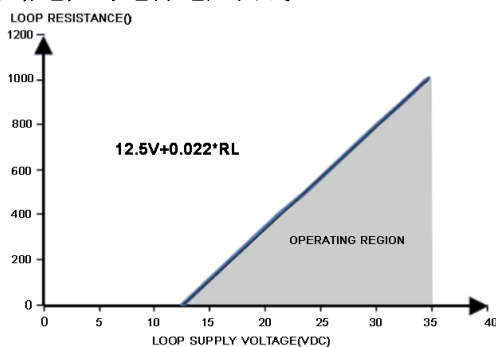
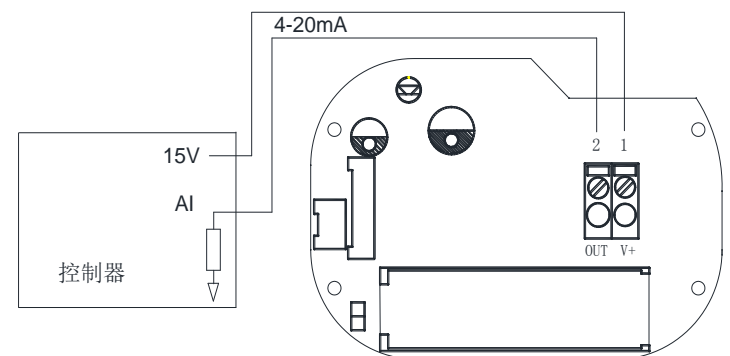

图 1
图 4
3. 当控制器 AI 通道提供的电源电压与环路电阻在图 1 所示的工作区域内的時候，可以直接连接，无需外部电源。如图 4。